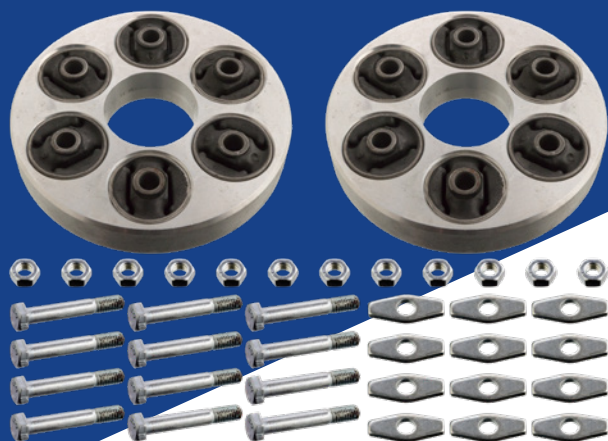

Figura 1
- Se possível, evite remover o suporte com formato de "ferradura" (figura 1), que pode dificultar o acesso aos parafusos de retenção da junta flexível dianteira. Isto deverá ser possível utilizando uma chave de caixa com uma extensão, enquanto roda o veio para aceder a cada parafuso. A posição do suporte "ferradura" é definida pelo fabricante, para um alinhamento correto. Se for necessária a remoção, certifique-se que assinala previamente a posição inicial.